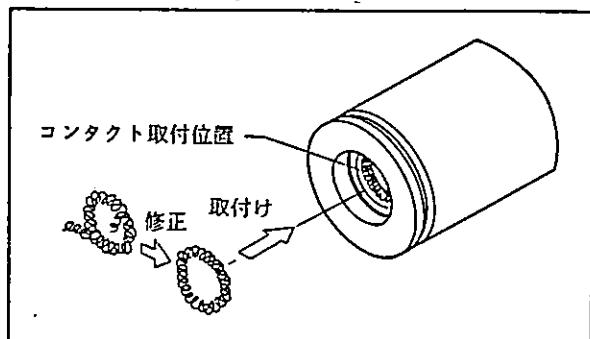

図10.4 コンタクトの交換
- (4) ボルト①およびワッシャ②でフィルタASSY⑤、セルASSY⑥を締付けます。このとき、セルASSY⑥の中心とフィルタASSY⑤の中心が一致するようにして、均等に締付けてください。
- （注）セルASSY⑥の取付けの際は、原則としてメタルオーリング⑦・コンタクト⑧およびフィルタASSY⑤も交換してください。
コンタクト⑧は、取付け前にリング状であることを確認し、コイルの端面が飛び出しているときは修正します。次に、図10.4に示す位置にコンタクトを取付けます。このとき、コンタクトが全周にわたり溝の内に入っていることを確認してください。